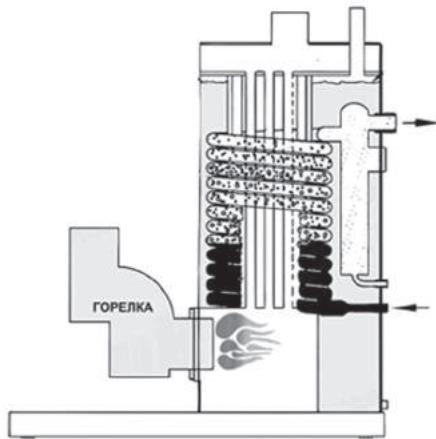

Рис. 5.2. Схема работы жидкостного испарителя (водяная баня)
- жидкостной с нагревом теплоносителя (водяная баня), когда испарение происходит в теплообменниках различной конструкции (рис. 5.2). Теплоноситель может поступать от стороннего источника тепла (котельная) или подогреваться ТЭН или через теплообменник